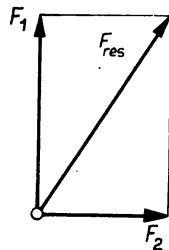

Bild 119
- 4.10** Der Ballon steigt im Wagen in Beschleunigungsrichtung schräg nach oben. Im *ruhenden* Wagen wirken auf den Ballon in der Vertikalen die Gewichtskraft und die Auftriebskraft. Wegen $\varrho_L > \varrho_B$ ist $F_A > G_B$. Die Kraft $F_1 = F_A - G_B$ beschleunigt den Ballon senkrecht nach oben. Im *beschleunigten* Wagen wirken zusätzlich in der Horizontalen Trägheitskräfte auch auf die Luftteilchen. Sie haben ein Dichtegradienten entgegen der Beschleunigungsrichtung zur Folge. Die Druckdifferenz an hinterer und vorderer Seite des Ballons verursacht eine der Auftriebskraft analoge Kraft in Beschleunigungsrichtung, die größer ist als die auf den Ballon wirkende Trägheitskraft. Die Differenz dieser beiden Kräfte sei F_2 . Die Resultierende aus F_1 und F_2 (Bild 119) zeigt in Beschleunigungsrichtung schräg nach oben.